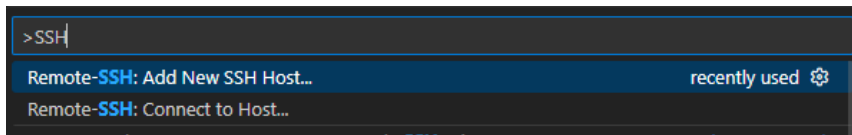

Рис. 3.53. Добавление нового SSH хоста
- Один параметр датчика добавлен (Рис. 3.53). Остальные параметры добавляются аналогично.